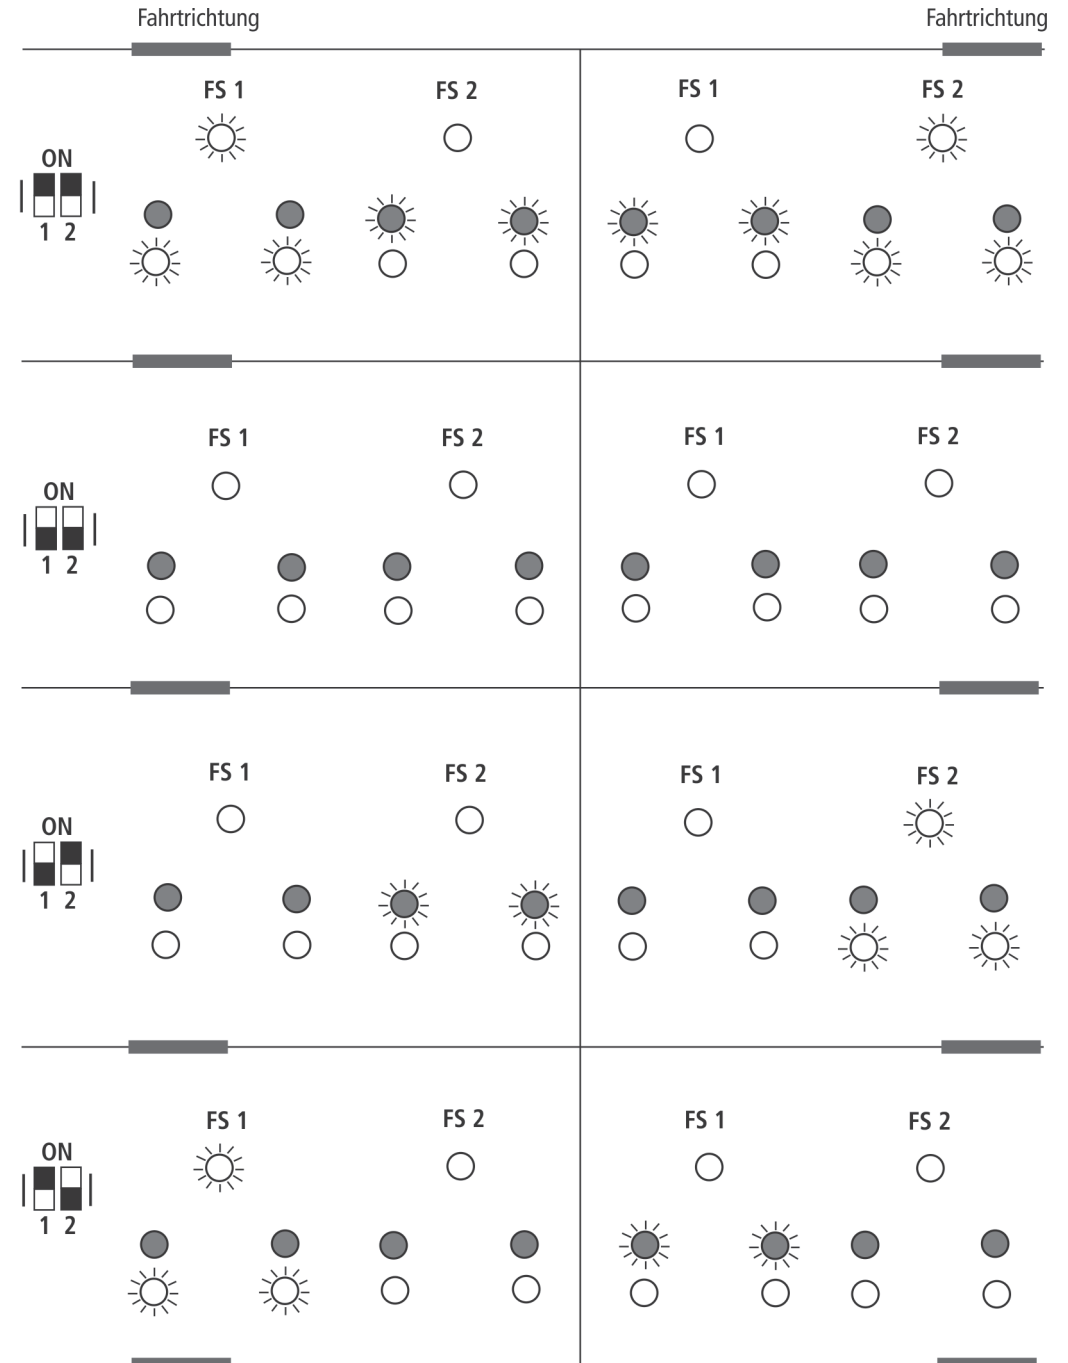

Fig. 1
**Auspacken des Modells:** Das Modell vorsichtig mit der Folie aus der Packung herausziehen (Fig. 1).
**Unwrap model:** Take out the model cautiously with foil (fig. 1).
**Déballage du modèle:** Veuillez sortir le modèle de son emballage avec précaution et à l'aide du film transparent (fig. 1).